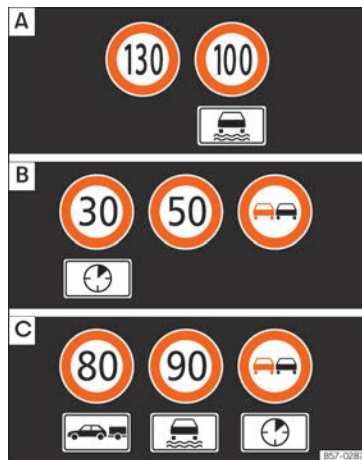

Abb. 56 Am Bildschirm des Kombi-Instruments: Beispiele für erkannte Geschwindigkeitsbeschränkungen oder Überholverbote mit den entsprechenden Zusatzzeichen.
Die vom System erkannten Verkehrszeichen werden am Bildschirm des Kombi-Instruments »» **Abb. 56** und je nach installiertem Navigationssystem auch im Infotainment-System »» **Seite 89** angezeigt.
Bei eingeschalteter Verkehrszeichenerkennung erfasst das Fahrzeug die vor ihm befindlichen Verkehrszeichen über eine Kamera an der Basis des Innenspiegels. Nach Überprüfung und Auswertung der Informationen der Kamera, des Navigationssystems sowie der aktuellen Fahrzeugdaten werden bis zu drei aktuelle Verkehrszeichen »» **Abb. 56**  mit den entsprechenden Zusatzinformationen angezeigt.
- **Erste Stelle:** Das für den Fahrer gegenwärtig gültige Verkehrszeichen wird auf dem Display links angezeigt. Zum Beispiel die Geschwindigkeitsbegrenzung **130 km/h** (**100 mph**) »» **Abb. 56** .
- **Dritte Stelle:** An dritter Stelle steht ein Zeichen, das nur beschränkt gültig ist, zum Beispiel ein Überholverbot für einen bestimmten Zeitraum »» **Abb. 56** [C].